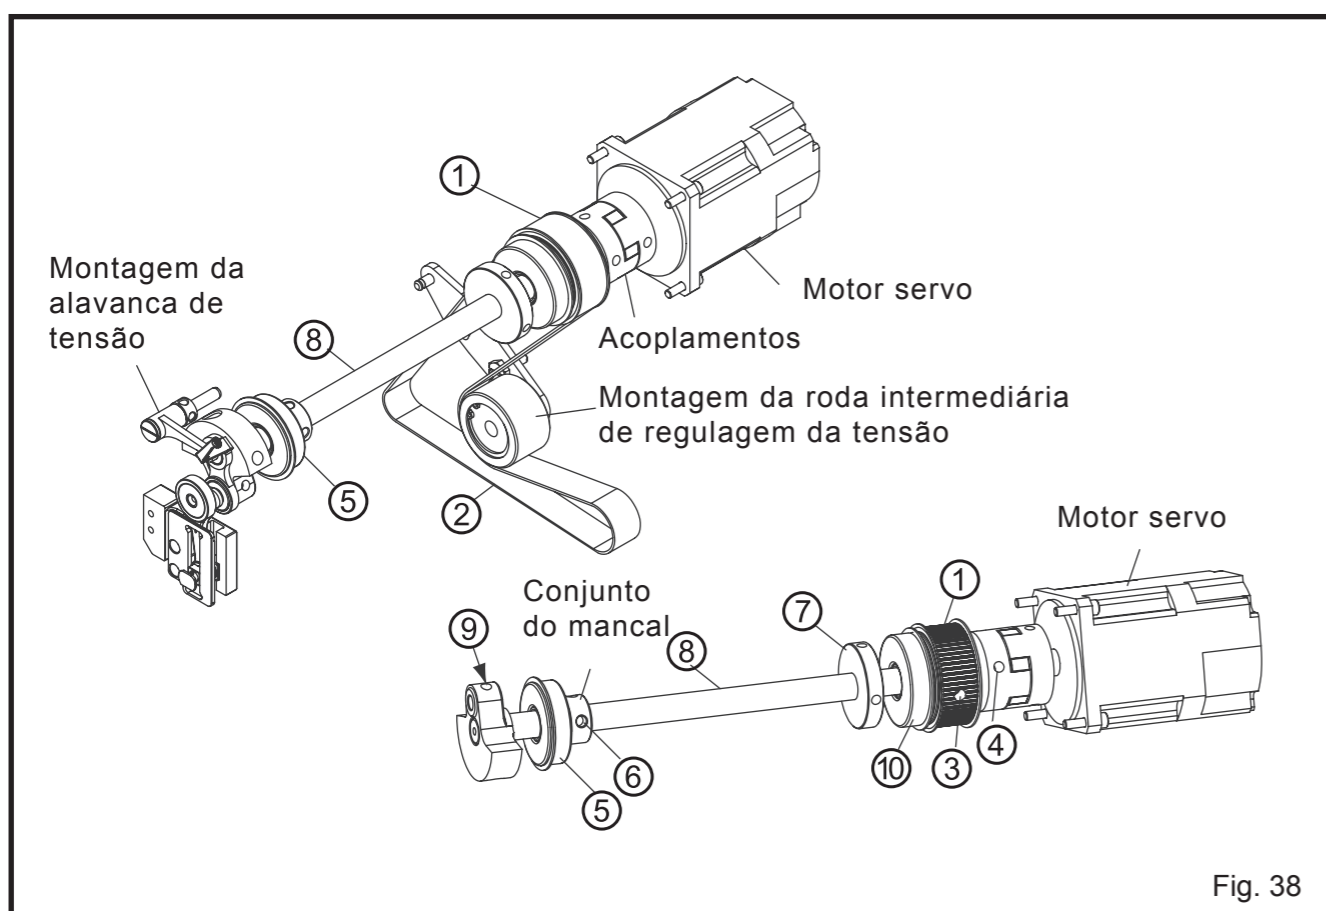

Fig. 38
- (1) Consulte “montagem e desmontagem da parte frontal” para desmontar o eixo principal superior.
- (2) Afrouxe os dois parafusos de fixação no eixo de conexão ④ (Fig. 38)
- (3) Afrouxe a correia de aparo ② da polia e os dois parafusos de fixação ③ na polia.
- (4) Afrouxe os dois parafusos de fixação ⑥ no mancal do eixo principal superior ⑤.
- (5) Afrouxe os dois parafusos do mancal acionador de enrolamento da linha ⑦ e retire o eixo principal superior ⑧ da frente do viés ⑨.